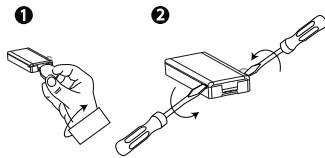

Figure 4: Device cover removal
1. Retirez le capot. Voir la Figure 4.
Avant de procéder au test, séparez le capot du socle. Remarque: Voir la Figure 4.